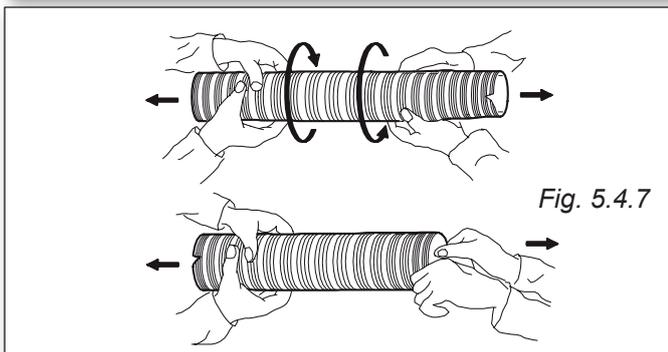

Fig. 5.4.7
5.4.6 Preparazione dei tubi (fig. 5.4.7)